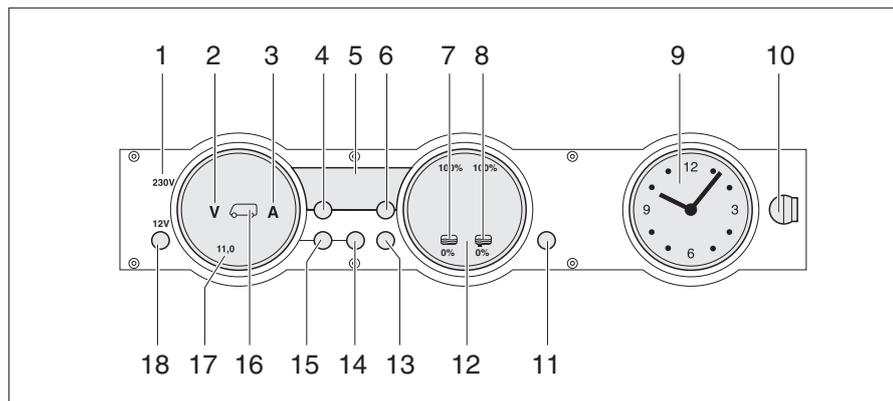

Fig. 225 Panneau de contrôle MP 20-T
Le voyant de contrôle 230 V (Fig. 225,1) s'allume si l'arrivée du bloc électrique est sous tension de réseau.
L'interrupteur principal 12 V (Fig. 225,18) établit ou coupe le panneau de contrôle et l'alimentation 12 V de la cellule.
- Appuyer brièvement sur la touche "12 V" (Fig. 225,18). L'alimentation 12 V de la cellule est assurée. L'indicateur de contrôle "12 V" s'allume.
- ▷ La tension de la batterie de cellule est trop faible quand les DEL "11,0" de l'affichage en Volt et le symbole Volt "V" (Fig. 225,2) clignotent dans l'indicateur des batteries (Fig. 225,17) après la mise sous tension. Charger la batterie.
- ▷ La coupure de batterie est active quand l'indicateur de contrôle "12 V", le symbole de la batterie de cellule (Fig. 225,16) et le symbole Volt "V" (Fig. 225,2) clignotent trois fois après la mise sous tension. Désactiver la coupure de batterie.
- Appuyer brièvement sur la touche "12 V" (Fig. 225,18). L'alimentation 12 V de la cellule est coupée. L'indicateur de contrôle "12 V" s'éteint.
- Appuyer sur la touche batterie de cellule (Fig. 225,14) et la maintenir enfoncée pendant 10 secondes environ. Les symboles Volt "V" (Fig. 225,2) et Ampères "A" (Fig. 225,3) clignotent trois fois. La batterie de cellule est coupée du réseau de bord de 12 V.
- Appuyer sur la touche "12 V" (Fig. 225,18) et la maintenir enfoncée pendant 5 secondes environ. Le symbole Volt "V" (Fig. 225,2) clignote trois fois. La batterie de cellule est branché au réseau de bord 12 V. L'indicateur de contrôle s'allume au bout d'env. 2 secondes.
- Appuyer sur la touche de la batterie de cellule  (Fig. 225,14). Le symbole Volt "V" (Fig. 225,2) s'allume. Le symbole Ampères "A" est, suivant son niveau de charge, blanc ou rouge. La tension de la batterie et le courant de la batterie de cellule sont affichés au moyens de DEL à l'intérieur de l'indicateur.
- Appuyer sur la touche de la batterie de démarrage  (Fig. 225,15). Le symbole Volt "V" (Fig. 225,2) s'allume. Des DEL à l'intérieur de l'indicateur indiquent la tension de la batterie de démarrage.
- Appuyer sur la touche réservoirs " (Fig. 225,13). Les symboles réservoir d'eau " (Fig. 225,7) et réservoir d'eaux usées " (Fig. 225,8) s'allument. Des DEL à l'intérieur de l'indicateur indiquent le niveau du réservoir d'eau (échelle de gauche) et celui du réservoir d'eaux usées (échelle de droite).
Les symboles Volt "V" (Fig. 225,2) et les DEL "11,0" clignotent dès que la tension de la batterie descend en dessous de 11 V (mesurée en marche) et qu'il y a risque de décharge profonde de la batterie.
Le symbole du réservoir d'eau " (Fig. 225,7) ou celui du réservoir d'eaux usées " (Fig. 225,8) clignote quand le réservoir d'eau est vide ou que le réservoir d'eaux usées est plein.